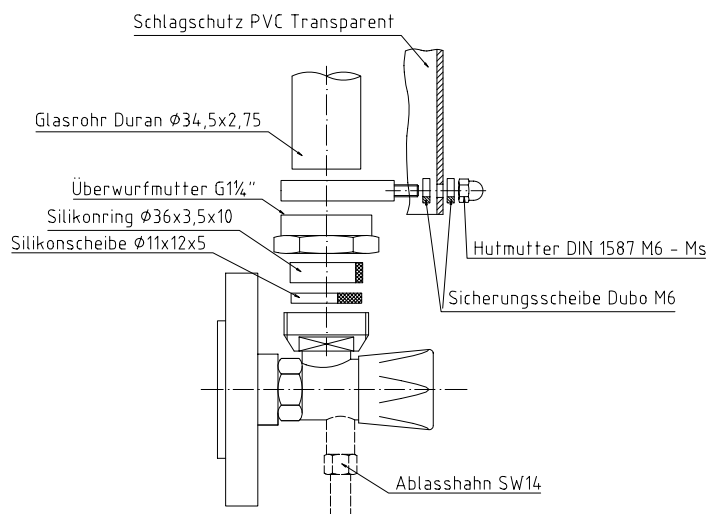

Abb. 2: Zusammenbau GNR5 mit Flanschanschluss
- Schlauchschellen für die Schlagschutzbefestigung und die Überwurfmutter incl. den innen-eingerasteten Silikonring auf das Standrohr aufschieben (siehe Abb.2).
- transparenten Schlagschutz montieren (siehe Abb. 2)